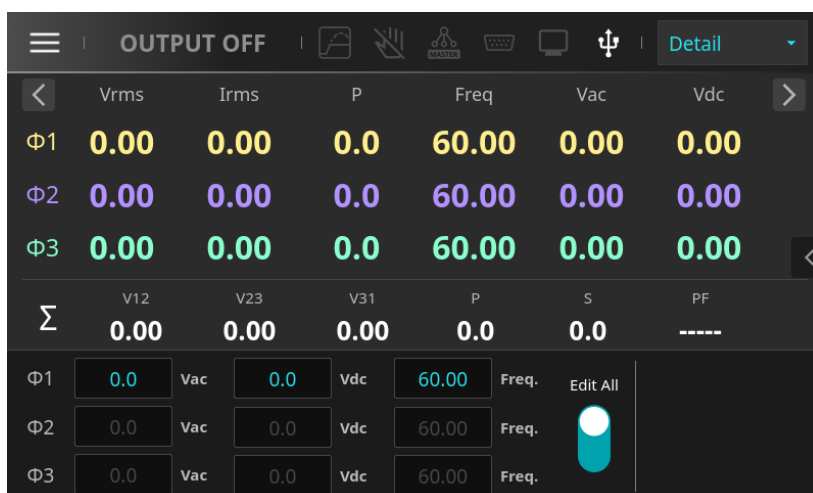

图 4-31 三相模式主画面(Balanced 相电压 (Phase) 设定)
6. 点选首页键  回到主画面，如图 4-31 所示，三相之间的电压和频率相等且设置为相电压(Phase)。